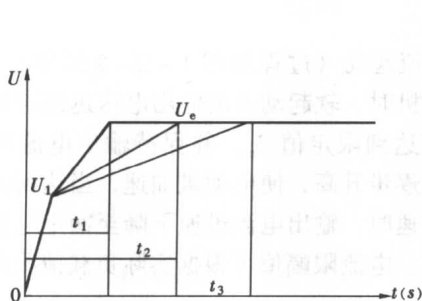

图 1-2-3 电压斜坡起动特性曲线
(2) 电压斜坡起动 (过程如图 1-2-3 所示)。该方式起动电动机时, 软起动器的电压快速升至软起动器输出的初始电压值 U_1 , 然后在设定的时间 t 内逐渐上升, 电动机随着电压的上升不断加速, 达到额定电压 U_e 和额定转速时, 起动过程完成。 U_1 的设定范围 $0 \sim 380V$, t 的设定范围为 $0 \sim 600s$ 。